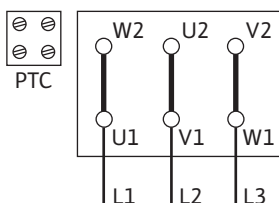

Fig. 12: Collegamento Δ
- L'alimentazione di rete dipende dalla potenza motore P2, dalla tensione di rete e dal tipo di connessione. Per il collegamento necessario ai ponti di connessione nella morsettiera, fare riferimento alla seguente tabella e alle Fig. 12, 13 e 14.